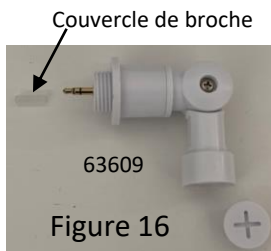

Figure 16
- REMARQUE :** Tous les accessoires qui se connectent au luminaire à l'aide d'une prise jack 3,5 mm nécessitent un support en L 63909 (fig. 16).
- Retirez le couvercle de protection de la broche de 3,5 mm du support en L 63909 et dévissez le couvercle de l'autre extrémité du support (fig. 16).